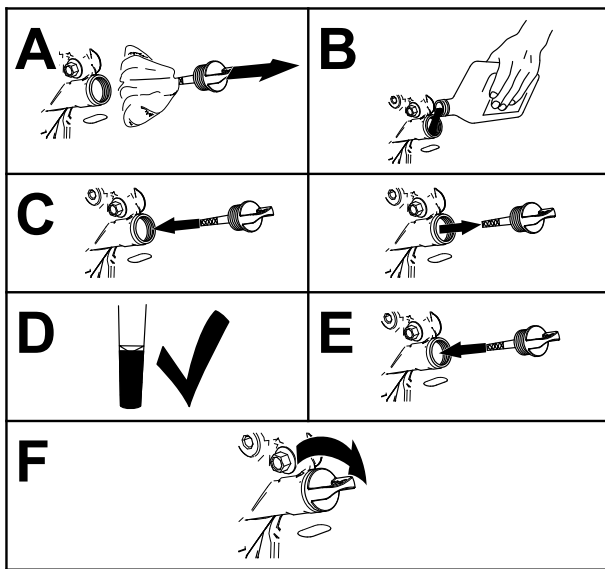

Figura 37
4. Vierta lentamente un 80% aproximadamente del aceite especificado por el tubo de llenado, luego añada lentamente el resto del aceite hasta que llegue a la marca **Full** (Figura 37).